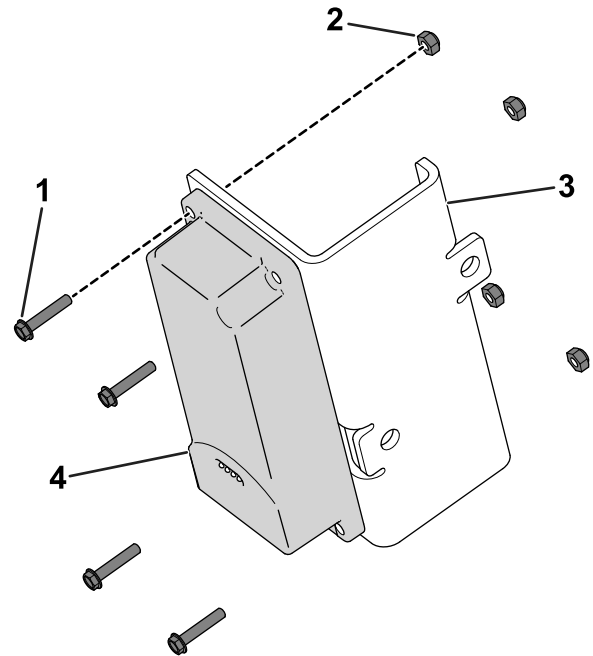

Figura 6
1. Avec 4 boulons à tête hexagonale (n° 10 x 1") et 4 contre-écrous n° 10, fixez le dispositif télématique sur son support (Figura 6).